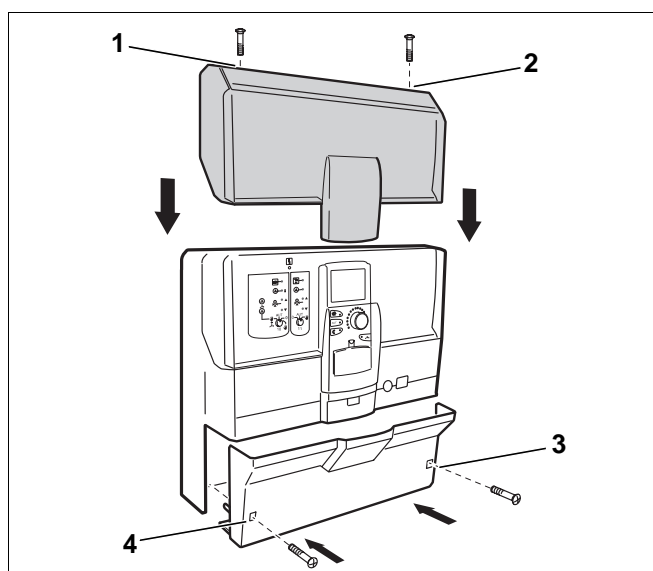

Abb. 10 Gehäusedeckel und Leitungsabdeckung montieren
- Die beiden Schrauben am oberen Gehäusedeckel wieder eindrehen (Abb. 10, **Pos. 1 u. 2**).
- Die beiden Schrauben der Leitungsabdeckung (Abb. 10, **Pos. 3 u. 4**) wieder eindrehen.